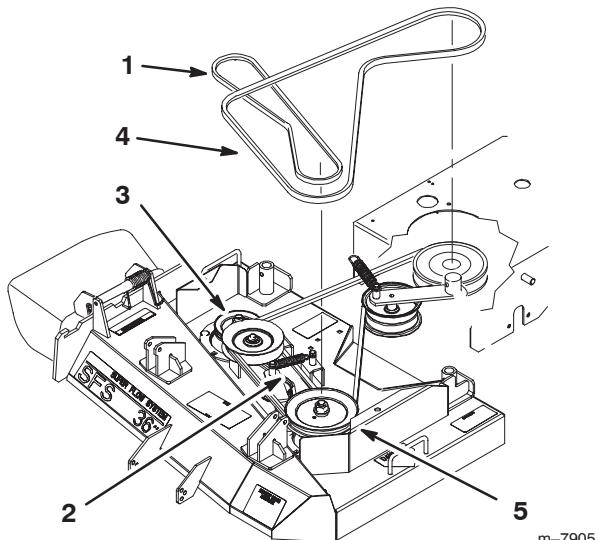

Figure 61
6. Décrochez le ressort du bras de la poulie de tension pour réduire la tension sur le bras et la poulie de tension, puis enlevez la courroie usagée (Fig. 61).
7. Installez une courroie neuve autour de la poulie d'axe extérieure, de la poulie de tension et dans la gorge inférieure de poulie d'axe double (Fig. 61).
8. Raccrochez le ressort du bras de la poulie de tension (Fig. 61).